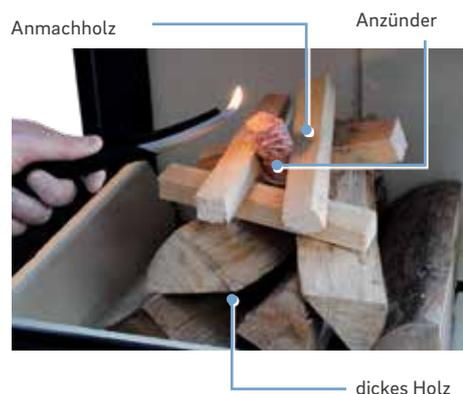

Abb.:9 Beispiel des Anzündvorgangs, Scheitholzmenge entsprechend der Vorgabe „23 Scheitholztabelle“ auf Seite 48 auflegen.
- Anders als bei einem Lagerfeuer wird das Feuer im Grundofen von oben angezündet. Legen Sie oben auf die Holzscheite möglichst klein gespaltenes, trockenes Weichholz als Anfeuermodul auf (Abb.:9). Öffnen Sie den Verbrennungsluftschieber zum Anheizen vollständig (siehe „22.3 Stellungen der Bedienelemente“ auf Seite 42). Mit der Menge des aufgegebenen Brennstoffes bestimmen Sie maßgeblich die Heizleistung. Befüllen Sie entsprechend Kapitel „23 Scheitholztabelle, Heizwerte“, auf Seite 48.